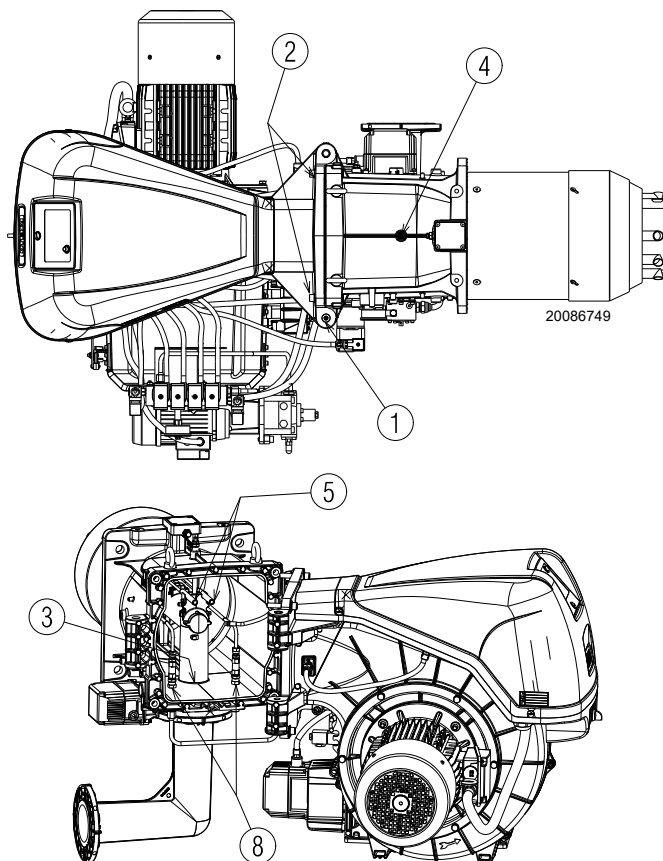

Fig. 17
Arzătorul pleacă din fabrică pregătit să se deschidă spre dreapta, deci păstrați știftul 1)(Fig. 17) în poziție.
- C deschideți complet arzătorul ca în Fig. 17;
Pentru a deschide arzătorul din partea opusă, înainte de a scoate știftul 1)(Fig. 17), verificați dacă cele 4 șuruburi 2) sunt strânse. Apoi mutați știftul 1) în partea opusă, numai atunci pot fi îndepărtate șuruburile 2). Deconectați mufa 9)(Fig. 17) a presostatului maxim de gaz, apoi procedați așa cum este descris mai sus la punctul C).